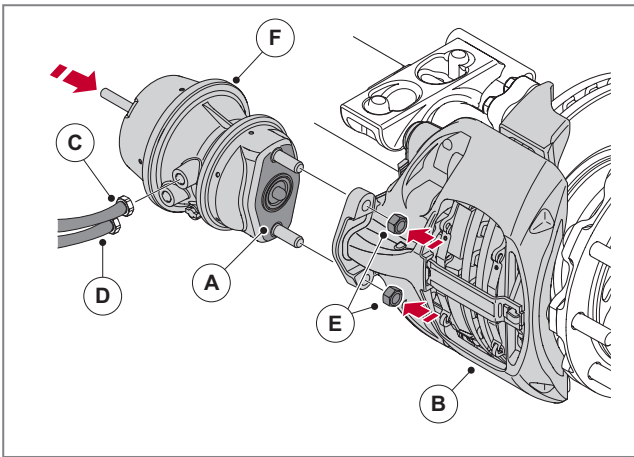

Abb. 46 - Bremszylinderkomponenten installieren
5. Bringen Sie den neuen Bremszylinder (A) am Bremssattel (B) mit Hilfe von Muttern (E) an, siehe ► Abb. 46. Schrauben Sie die Muttern fest, bevor Sie sie anziehen, um einen parallelen Bremszylindersitz zu garantieren. Das Anzugsmoment für die Befestigung der Bremszylindermuttern beträgt 180 - 210 Nm.
6. Befestigen Sie die Bremsschläuche der Betriebsbremse (C) und ggf. der Feststellbremse (D). Vergewissern Sie sich, dass beim Anbringen beider Schläuche die Anschlüsse (C) und (D) richtig zugeordnet sind, siehe ► Abb. 46.